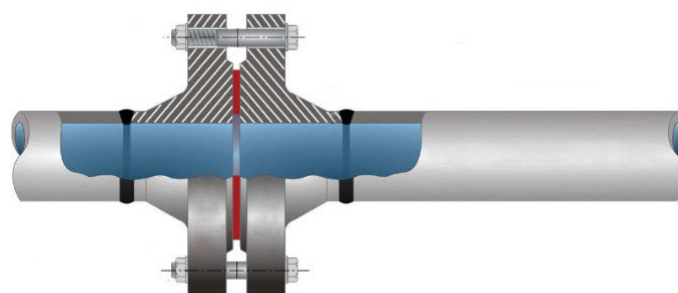

Figura 2
- Flangia piana a saldare VI2278, illustrata nella Figura 2;